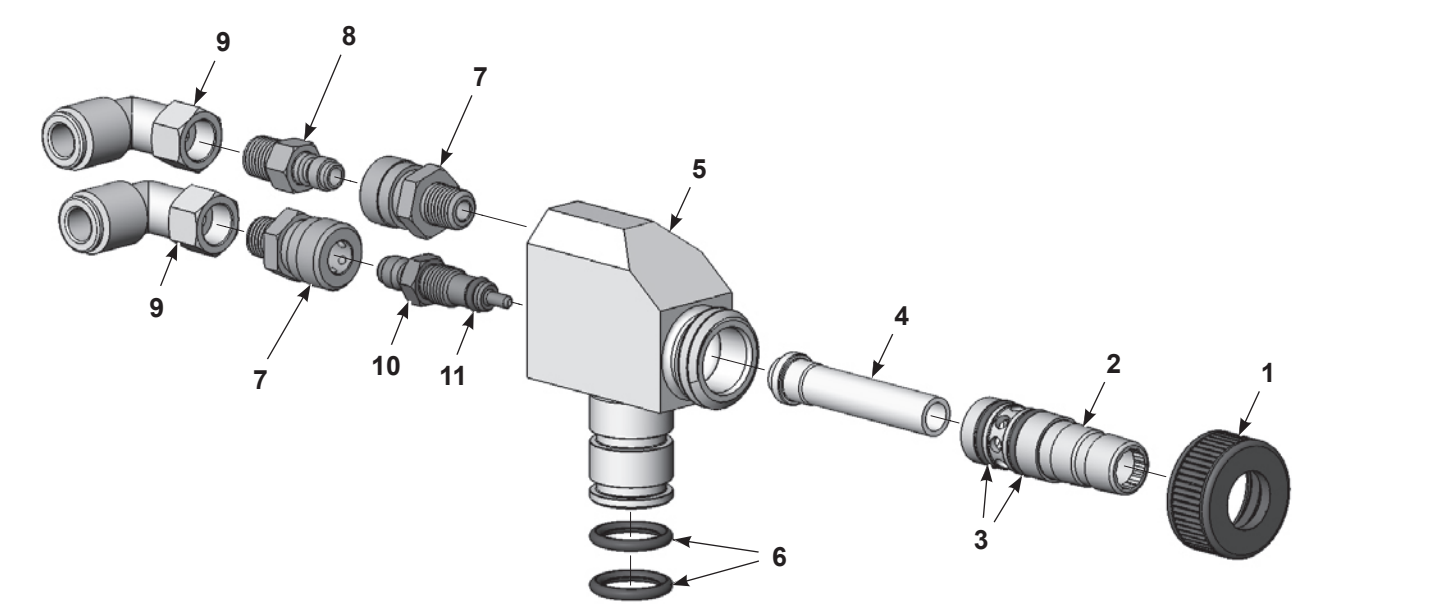
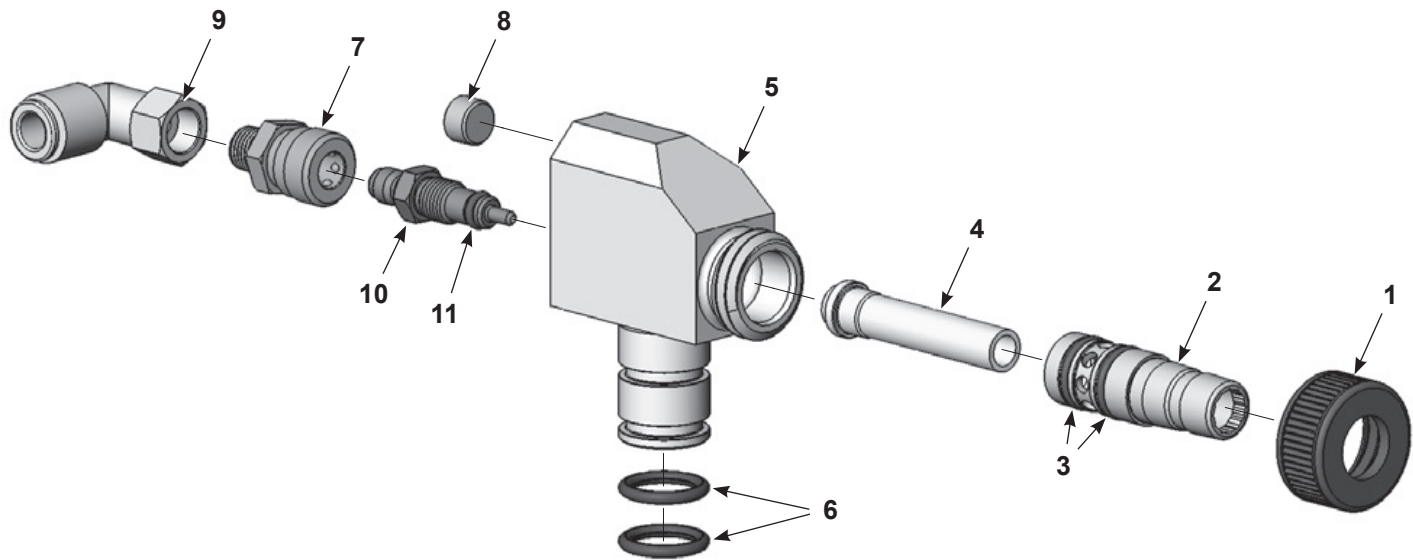

Figura 4 Pezzi della pompa Corona
Figura 5 Pezzi della pompa Tribo
2. Vedi Figura 4. Smontare la pompa e rimuovere gli o-ring e i giunti dell'aria. Pulire con un getto d'aria le parti della pompa.
Vedi Figura 4.
Vedi Figura 5.
Vedi Figura 4, Figura 5 e la tabella seguente.